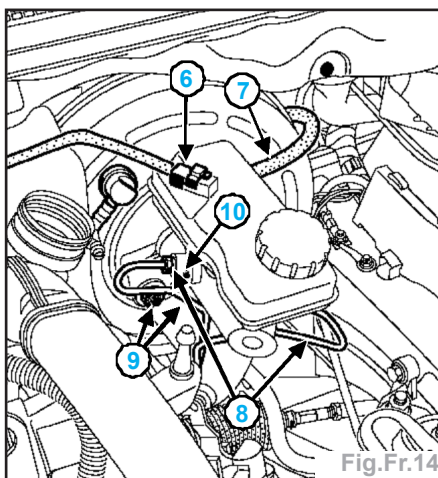

Fig.Fr.14
- Débrancher le connecteur électrique (**6**) sur le réservoir du maître-cylindre (Fig.Fr.14).